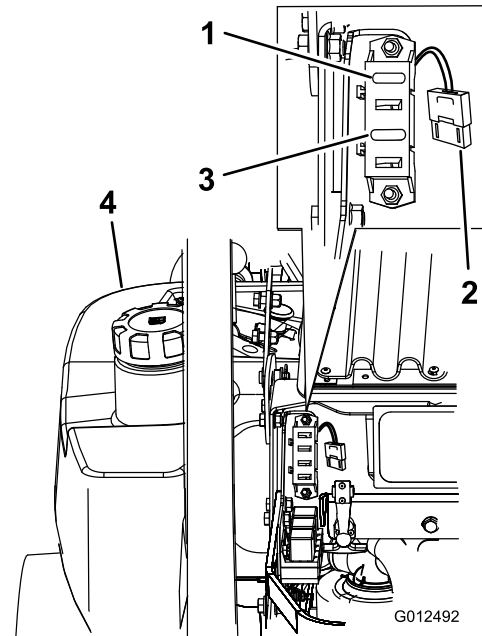

Bild 71
1. Entriegeln Sie die Motorhaube und heben Sie sie an, um die Sicherungsfassung zugänglich zu machen (**Bild 71**).
3. Setzen Sie eine neue Sicherung ein (**Bild 71**).